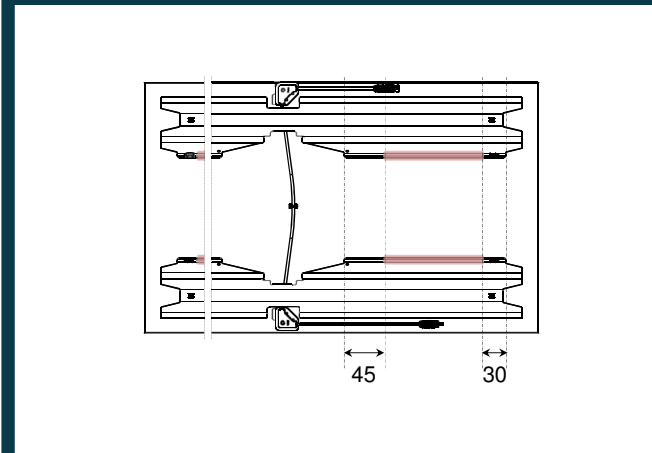

Abb. 6: Rückseite gekürzte Variante „Hook-In“ Montage bei Modullängen kleiner 1256 mm
- Bei gekürzten Varianten der PV-Module unter eine Länge von 1256 mm ist die Abrutschsicherung nach innen versetzt, wodurch sich der zulässige Klemmbereich auf der Montagelippe ändert. Falls abweichend der optimalen Klemmposition montiert werden soll, so umfasst der erlaubte Klemmbereich auf der Montagelippe den gesamten Bereich mit Ausnahme der ersten 3 cm und letzten 4,5 cm gemessen vom äußeren Ende (Abbildung 6).